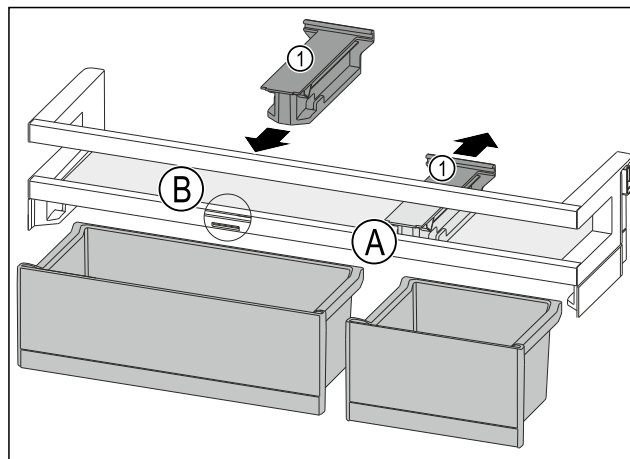

Fig. 152
- Halteteil Fig. 152 (1) in Position Fig. 152 (A) nach hinten abziehen.
- Halteteil Fig. 152 (1) in Position Fig. 152 (B) einsetzen.